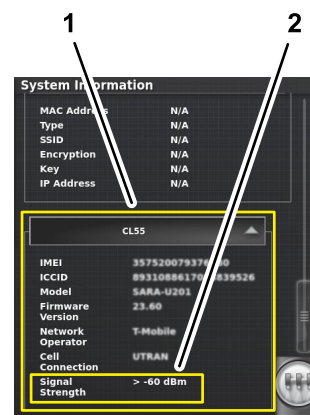

Figure 211
2. Dans l'écran Information système, utilisez la barre de défilement pour naviguer jusqu'à l'icône CL55 (Figure 211).
3. Appuyez sur l'icône CL55 pour afficher l'information de puissance du signal (Figure 211), et vérifiez que la puissance du signal du modem est entre -60 dBm et -99 dBm.